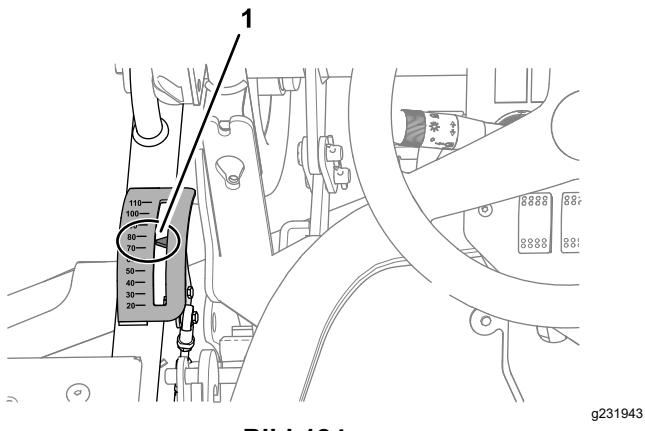

Bild 124
1. Stellen Sie die Schnitthöhe auf 75 mm ein (Bild 124).